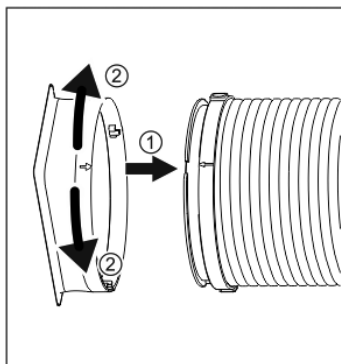

Fig. 1
1. Alinee ambas flechas del conector de entrada de la manguera y la manguera, inserte; (Fig. 1)
1.2. Gire el conector de entrada de la manguera en el sentido de las agujas del reloj o en sentido contrario aproximadamente 60°; (Fig. 1)